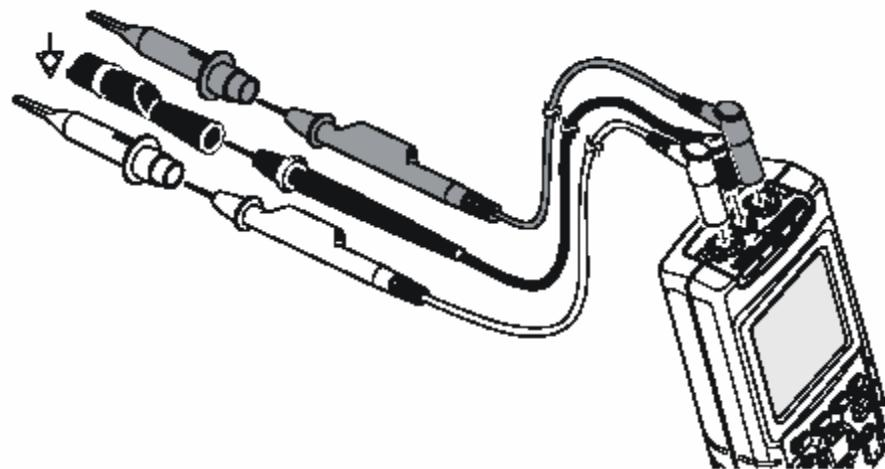

Рис. 3-3. Заземление при помощи неэкранированного заземляющего кабеля
- Используйте неэкранированный черный заземляющий провод на общий провод СОМ для выполнения измерений сопротивления (Ω), целостности цепей, характеристики диода и емкости. (См. Рис. 3-3.)